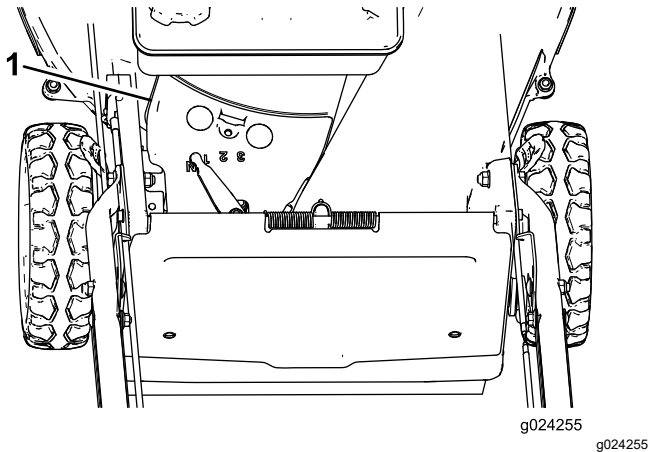

Figura 38
3. Îndepărtați capacul de curea (**Figura 38**) de la carcasa mâinii de tuns iarba.